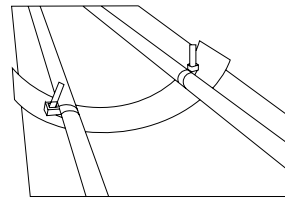

Figura 2. Barra unida a la canaleta
7. En el caso de las canaletas redondas, la barra deberá doblarse alrededor del borde de la canaleta y perfil interior. Se pueden usar pinzas para esto (ver Figura 2).
9. Todas las bridas para cables deben apretarse y recortarse como en la Figura 2.